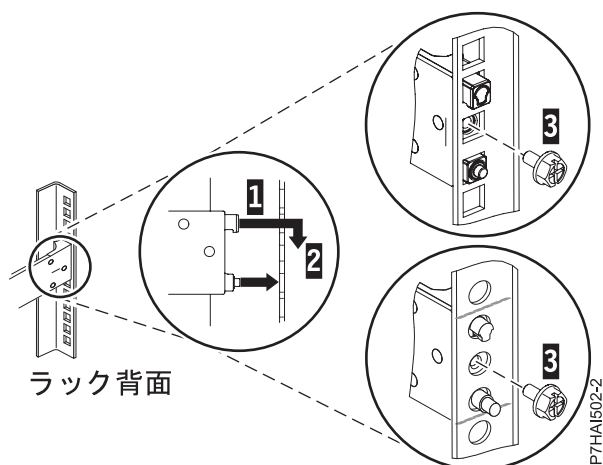

図 20. ラック背面の穴へのピンの位置合わせおよび噛み合わせ
3. スライド・レールの後部にある 2 つのピンの位置を、事前にマークを付けた、選択済みの EIA 単位の上下 2 つの穴に合わせます。スライド・レールを手前に引いて、2 つのピンをラックの穴に挿入し **(1)**、スライド・レールを下方に下げて **(2)** 上部のピンのフック機構を噛み合わせます。詳しくは、27 ページの図 20を参照してください。次のステップに進む前に、2 本のピンがラックの穴から出ていることを確認してください。